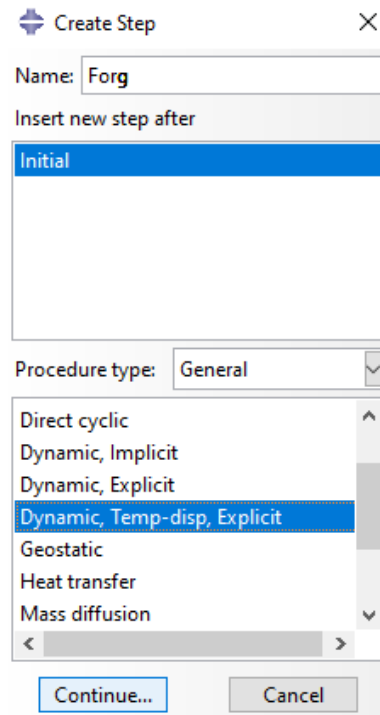

Рисунок 14.13 – Создание шага решателя
**Explicit** для создания термоупругого расчета и учета как механического, так и температурного воздействия (Рисунок 14.13). Нажмите **Continue...**